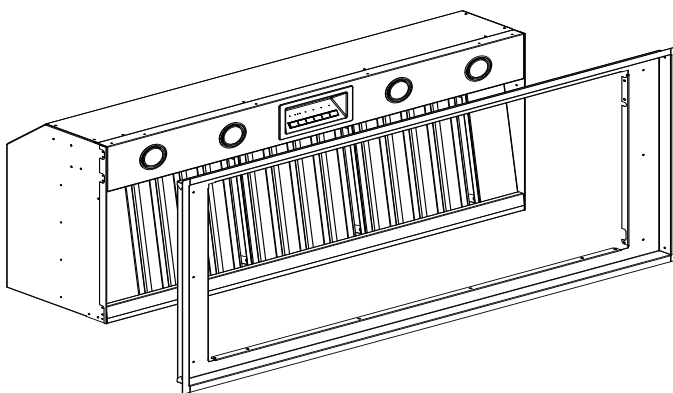

Figura 34: Instalación del marco de los modelos VCIB
- Inserte el marco en la campana (Figura 34).